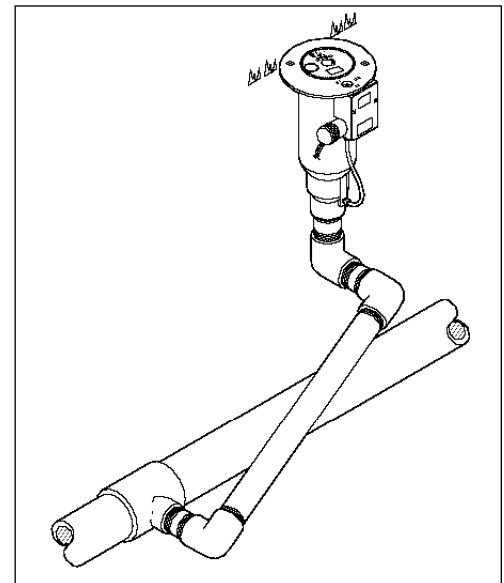

Abbildung 1
1. Die Regner sind auf einem Gelenkanschuß zu montieren (**Abb. 1**).